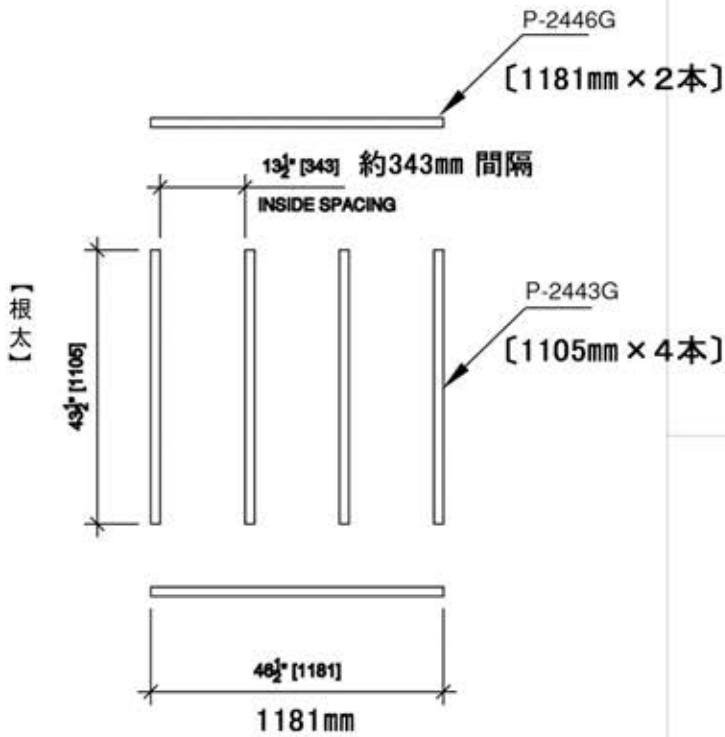

FIG. P9-1
- ・ 根太 (joist) を図P9-1のように並べます。